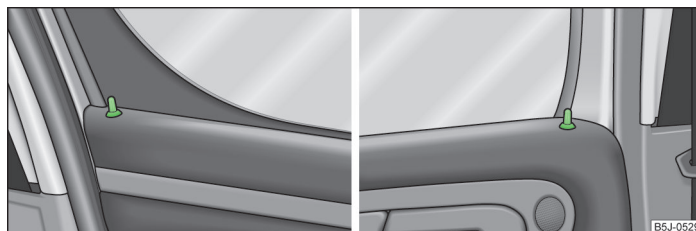

Fig. 12 Butonul de siguranță în portiera față / în portiera spate
La descuierea sau încuierea portierei, butonul de siguranță corespunzător » fig. 12 se deplasează în sus, resp. în jos.
► Apăsăți butonul de siguranță în jos » fig. 12.